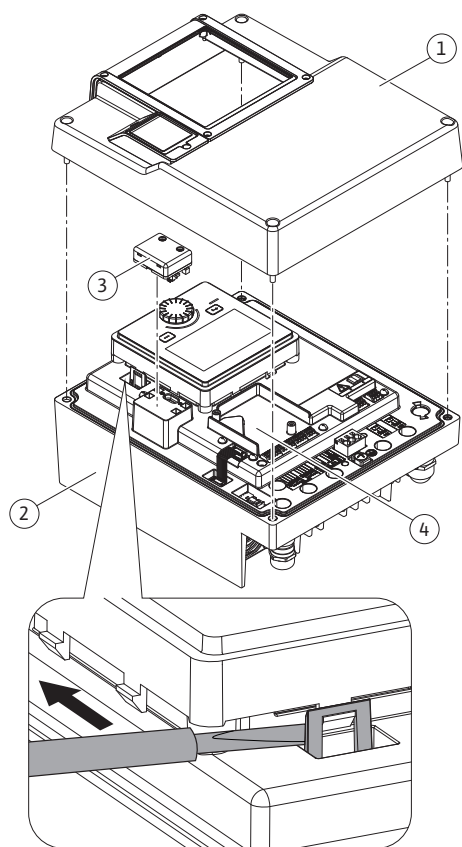
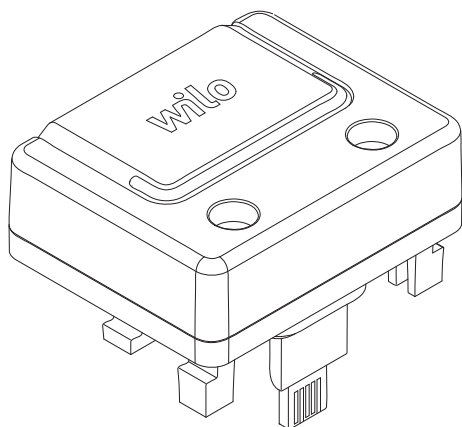

Fig. 25: Elektronicamodule
Fig. 26: Wilo-Smart Connect module BT
1. Open de klikhaken (Fig. 25) voorzichtig met gereedschap (bijv. een schroevendraaier).
De Bluetooth-interface van de Wilo-Smart Connect module BT (Fig. 25, pos. 3 en Fig. 26) is bestemd voor koppeling met mobiele eindapparaten, zoals een smartphone en tablet. In de Wilo-Assistant app bevindt zich de Wilo-Smart Connect-functie. Met de Wilo-Smart Connect-functie kan de pomp worden bediend en ingesteld en kunnen pompgegevens worden uitgelezen. Zie voor de instellingen het hoofdstuk „Inbedrijfname” [► 407].
1. Draai de vier schroeven van het bovendee van de elektronikamodule (Fig. 25, pos. 1; Fig. 1, pos. 2) los.
3. Plaats de Wilo-Smart Connect module BT in de daarvoor bestemde Wilo-Connectivity Interface. Zie Fig. 25, pos. 3.
CIF-modules (toebehoren) zijn bestemd voor de communicatie tussen pompen en gebouwbeheersystemen. CIF-modules worden in de elektronikamodule geplaatst (Fig. 25, pos. 4)